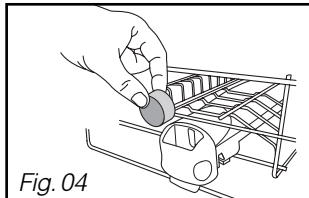
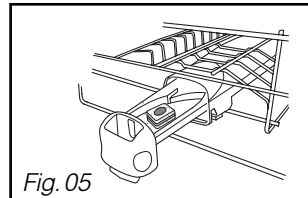

Fig. 04
Fig. 05
não multifunções no compartimento exterior (fig. 04) ou para um óptimo funcionamento, puxar a gaveta do distribuidor e colocar a pastilha. (fig. 05)
• **Colocar a pastilha** no compartimento exterior (fig. 04 página anterior), **ou para um óptimo resultado, puxar a gaveta do distribuidor e colocar a pastilha no interior.** (fig. 05 página anterior).